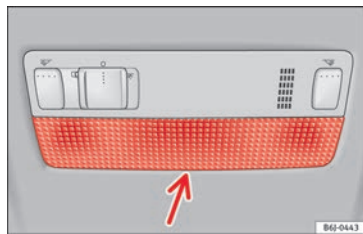

Fig. 121 Luz de lectura delantera.
- Introduzca un destornillador fino por su parte plana entre la carcasa y el cristal »» **fig. 121.**